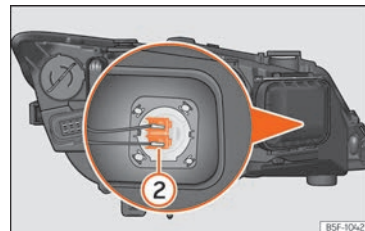

Abb. 60 Fernlichtleuchte.
- Drücken Sie den Stecker »» **Abb. 60** ② seitlich nach links oder rechts und ziehen Sie.